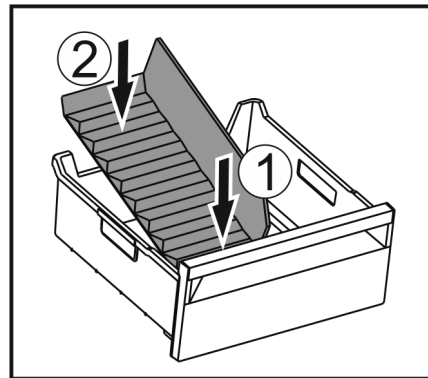

Fig. 140
- Vorderen Teil des Eisfach-Trenners einsetzen. Fig. 140 (1)
- Hinteren Teil des Eisfach-Trenners bis zum Schubfachboden absenken. Fig. 140 (2)